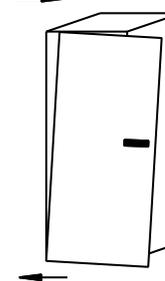

Рис.8
- 10). В случае необходимости отрегулировать установленную дверь. Схемы регулировки нетель рис.8.
- 11). Установить полки 9 и 10 при помощи полкодержателя (33)
- 13). Установить заглушки (37) на эксцентрики (22) и заглушки (38) в открытые отверстия на деталях 6, 7, 8 и двери (с внутренней стороны см. пункт 12) согласно цвету.